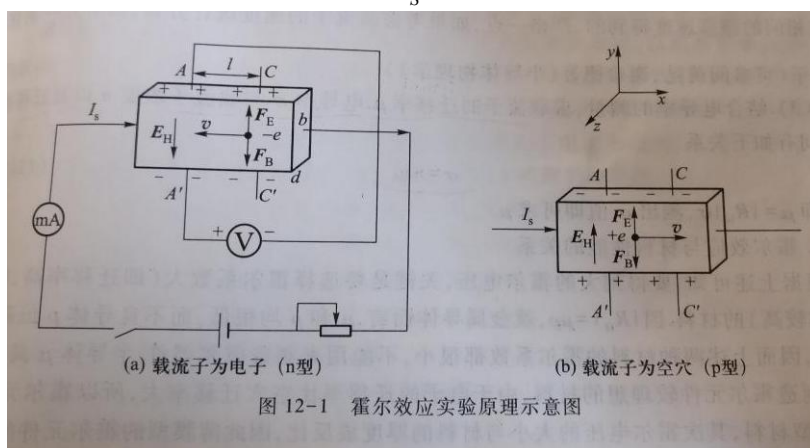

图 12-1 霍尔效应实验原理示意图
霍尔效应从本质上讲是运动的带电粒子在磁场中受洛伦兹力作用而引起的偏转。当带电粒子（电子或空穴）被约束在固体材料中，这种偏转就导致在垂直电流和磁场方向上产生正负电荷的聚积，从而形成附加的横向电场，即霍尔电场 E_H 。如图 12-1 所示的半导体试样，若在 x 方向通以电流 I_S ，在 z 方向加磁场 B ，则在 y 方向即试样 A 、 A' 两侧就开始聚集异号电荷而产生相应的附加电场。电场的指向取决于试样的导电类型。对图 12-1 (a) 所示的 n 型试样，霍尔电场逆 y 方向，图 (b) 的 p 型试样则沿 y 方向。即有
(1) 由 R_H 的符号 (或霍尔电压的正负) 判断样品的导电类型。判别的方法是按图 12-1 所示的 I_S 和 B 的方向，若测得的 $V_H = V_{A'A} < 0$ ，即点 A 点电势高于点 A' 的电势，则 R_H 为负，样品属 n 型；反之则为 p 型。
(2) 由 R_H 求载流子浓度 n 。即 $n = \frac{1}{|R_H|e}$ 。
(3) 结合电导率的测量, 求载流子的迁移率 μ 。电导率 σ 与载流子浓度 n 之间有如下关系